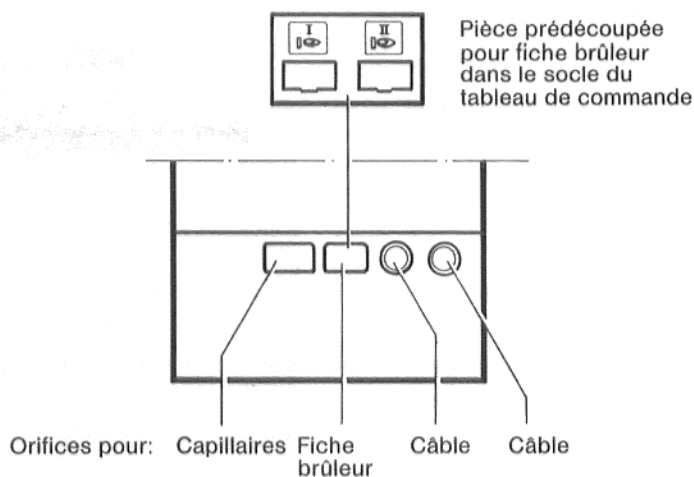

Fig. 12
Faire passer vers le bas les capillaires à travers l'orifice carré à gauche du socle du tableau de commande et du capot chaudière (Fig. 12).
- Emboîter par le haut la prise pour la fiche brûleur dans l'orifice pour la fiche brûleur du socle du tableau de commande (Figs. 12 et 13).